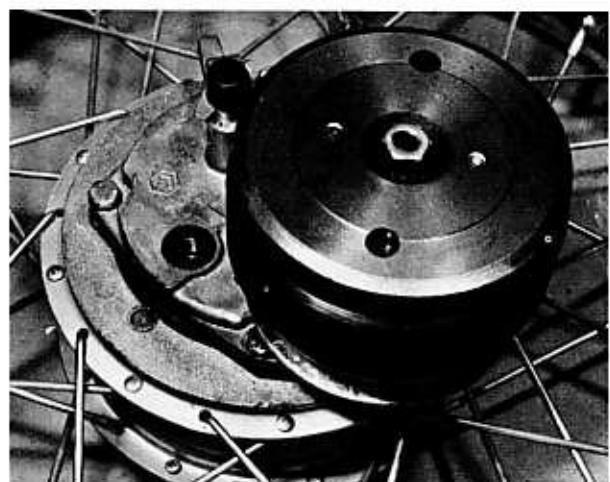

Bild 73
- Die Kupplung ist mit der Mutter in der Mitte befestigt (Bild 73). Nach dem Abschrauben der Mutter kann die Trommel zusammen mit der Anlasskupplung abgehoben werden. Nach dem Abnehmen des Keilriemens können die Kupplungsbacken und die federbelastete Riemscheibe als Ganzes ausgebaut werden. Man kann auch die komplette Kupplung von der Eingangswelle abziehen und erst dann den Keilriemen abnehmen (Bilder 74, 75, 76).